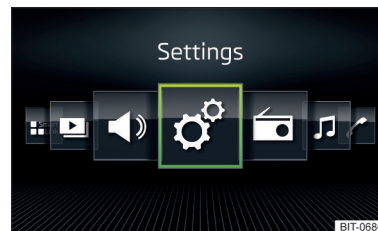

Abb. 127
- » Die Option **Raster-Anzeige** » **Abb. 126** oder **Horizont. Anzeige** » **Abb. 127** wählen.